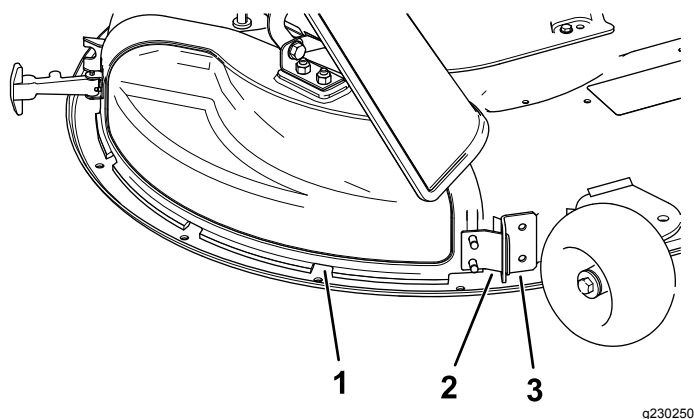

Figura 12
5. Retire la pestaña metálica de la tapa de descarga de la ranura del soporte que está soldado a la carcasa de corte (Figura 12).